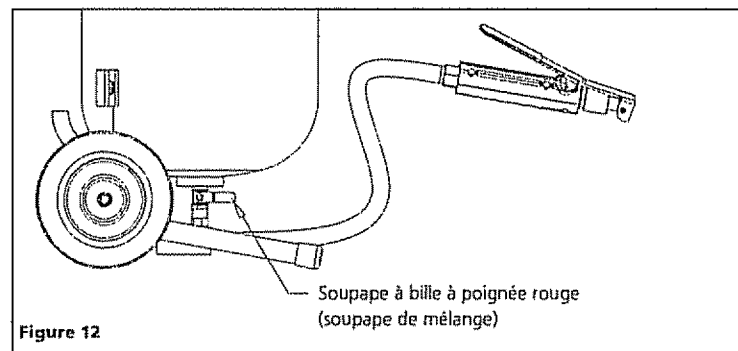

Figure 12
4. Régler la soupape à bille à poignée rouge au-dessous du réservoir au milieu, entre la position complètement ouverte et la position complètement fermée. Cette soupape de « mélange » contrôle la proportion entre les médias de décapage et l'air (voir figure 12).